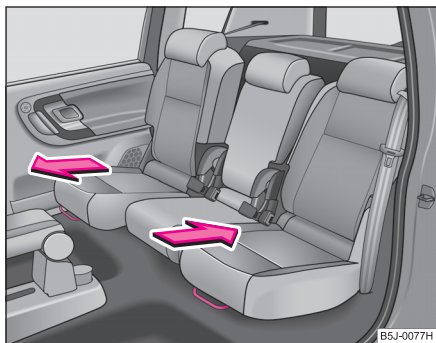
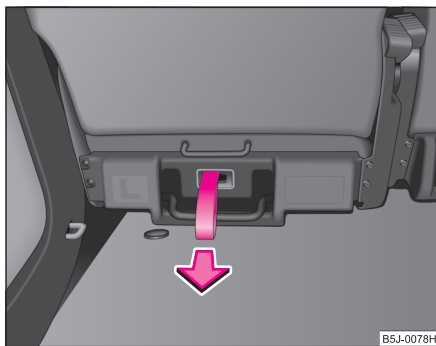

Fig. 50 Deblocare față
Fig. 51 Deblocare spate
- Trageți maneta ⇒ fig. 50 în sus și sau trageți urechea de deblocare ⇒ fig. 51 și deplasați scaunul în poziția dorită.